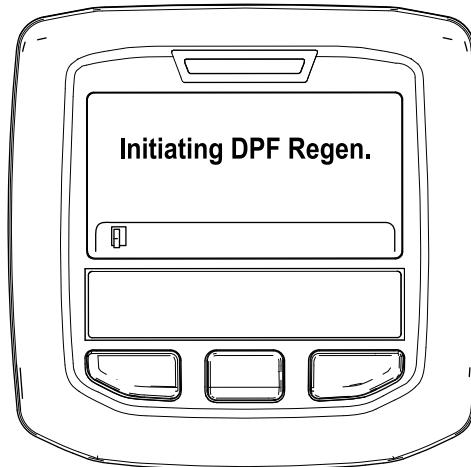

Figura 42
- Viene visualizzato il messaggio "Inizializzare Rigen. FAP" (Figura 42).